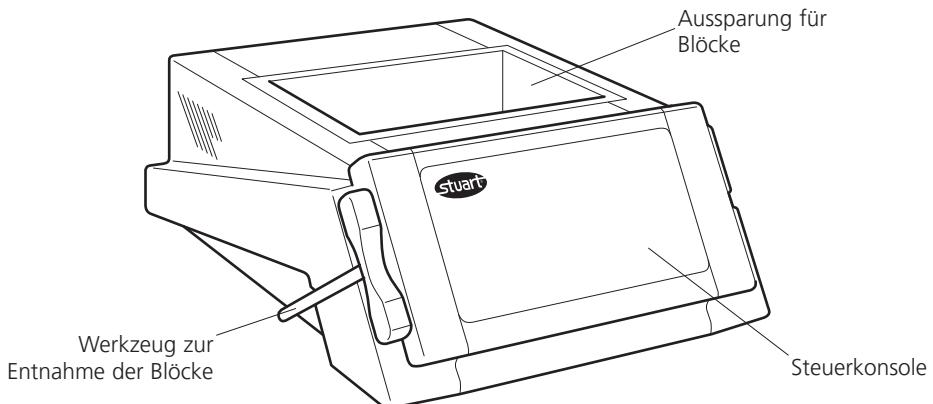

Abbildung 1: Vorderansicht
Die Blöcke passen in die Aussparung oben auf dem Instrument (siehe Abbildung 1) und werden von unten beheizt. Alle Blöcke sind vollständig austauschbar und kompatibel und Blöcke für unterschiedliche Behältergrößen können in einem Blockheizergerät zur selben Zeit verwendet werden.
3. Platzieren Sie die entsprechende Anzahl von Aluminiumblöcken vorsichtig in der Aussparung oben auf dem Instrument - siehe Abbildung 1.
5. Bringen Sie bei Bedarf die Sicherheitsabdeckung an. Diese kann einfach auf dem Oberteil des Blockheizergeräts abgelegt oder mithilfe der beiliegenden Schrauben angeschraubt werden. Befestigen Sie die Schrauben in den Löchern hinten oben auf dem Blockheizergerät (siehe Abbildung 1).
Das Spezialwerkzeug wird in bequem zu erreichenden Kerben auf beiden Seiten des Gerätegehäuses verstaut - siehe Abbildung 1.